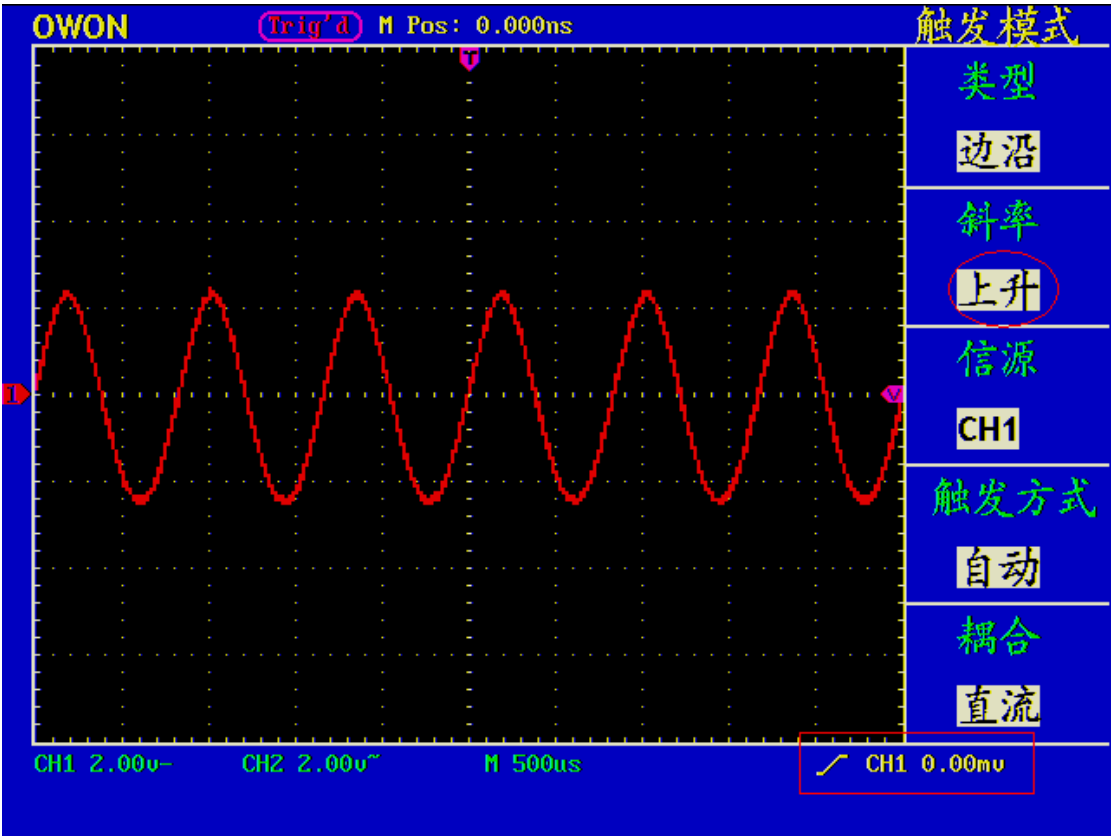

图 28： 上升沿触发波形
- 6、按 **F5** 菜单选择按键，选择耦合为 **直流**。屏幕显示见图28。